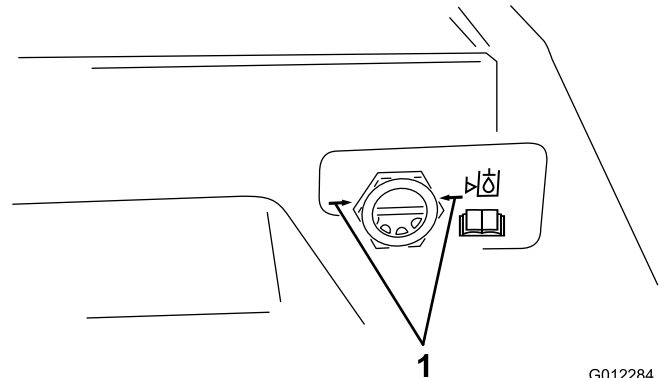

Figure 14
2. Observez le viseur de niveau (Figure 14). Le niveau d'huile doit atteindre les flèches quand l'huile est chaude. Le niveau d'huile doit être de 6 à 12 mm en dessous des flèches quand l'huile est froide.
- C. Enlevez le couvercle et ajoutez la quantité d'huile hydraulique nécessaire pour que le niveau atteigne les flèches du viseur (Figure 14)